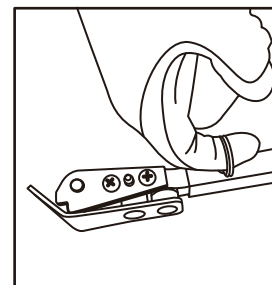

Fig. 5
B. Cuando tire hacia arriba o desde arriba, tire del pasador delantero de la extensión frontal (6), gírelo 180 grados e insértelo nuevamente en el brazo base (5) y vuelva a instalar el pasador (Fig. 5 y 6). Haga un bucle en el extremo de la polilínea / mule tape y coloque el ojo alrededor del pasador de polilínea / mule tape (10) desde la parte inferior del cabrestante (1). Esto permitirá que la polilínea / mule tape se acumule continuamente en el cabrestante (1). Cambie la broca de 18 voltios a ADELANTE y aumente como la mayoría de los extractores de alambre convencionales.